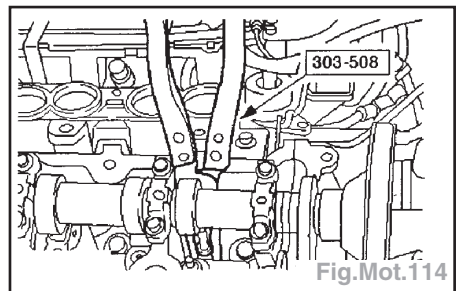

Fig.Mot.114
- Déposer les joints de queue de soupape à l'aide de l'outil spécial (Fig.Mot.114).